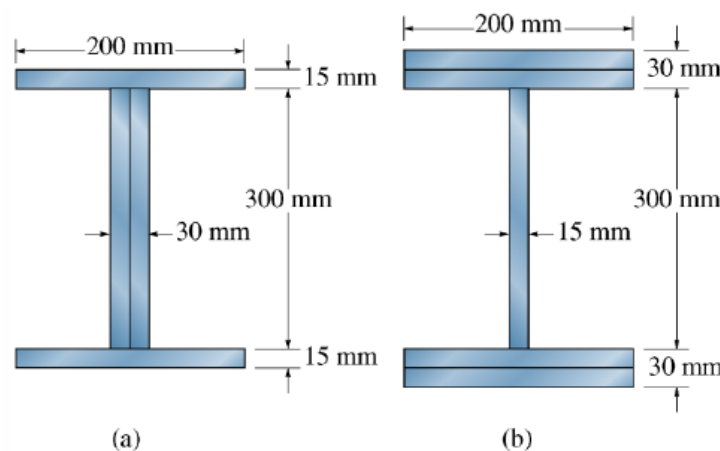

Figura 4.3
4.1.3 Foram propostas duas soluções para o projeto de uma viga, Figura 4.3. Determinar qual delas suportará um momento $M = 150 \text{ kNm}$ com a menor tensão normal de flexão.